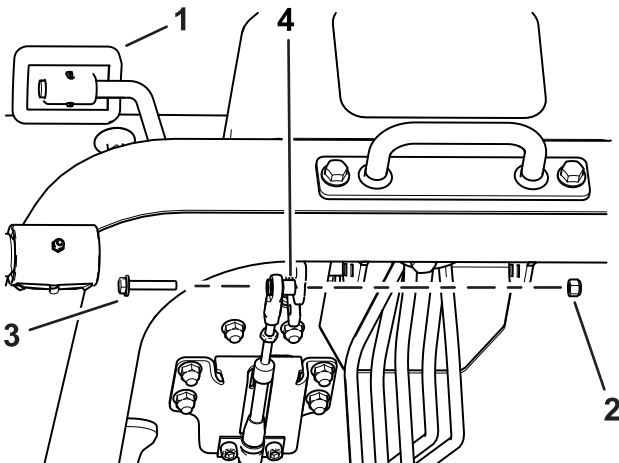

Figure 1
3. Retirez l'écrou, le boulon et l'entretoise qui fixent le câble à la pédale de déplacement et tournez la pédale vers le siège (Figure 1).